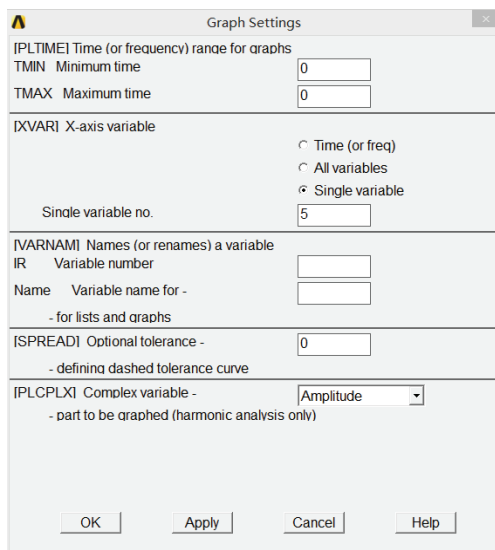

图 6-67 曲线设置对话框
31) 选择 Main Menu | TimeHist Postpro | Settings | Graph 命令, 出现 Graph Settings 对话框, 在 [XVAR] X-axis variable 选项中选择 Single variable, 在 Single variable no. 输入栏中输入 5, 其余选项采用默认设置, 如图 6-67 所示, 单击 OK 按钮关闭该对话框。